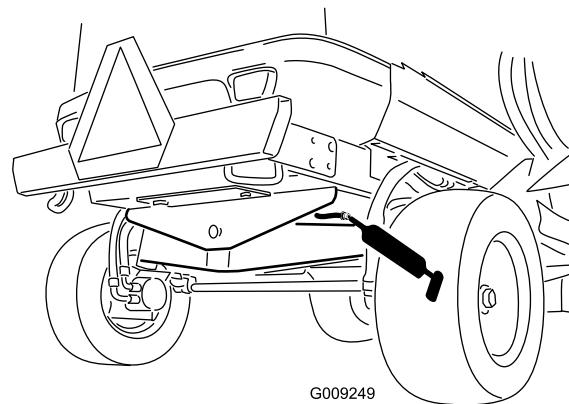

Figura 50
- 1 casquillo del pivote del eje trasero (Figura 50)